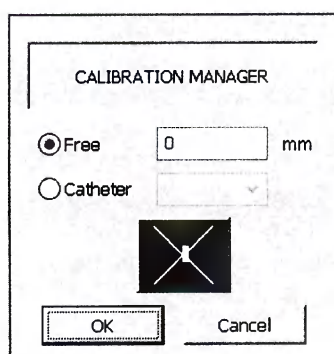

Рисунок 116
– введите известный размер в миллиметрах в поле **"mm"** (см. рисунок 116): все замеры изображения (включая деталь калибровки) отображаются в миллиметрах.